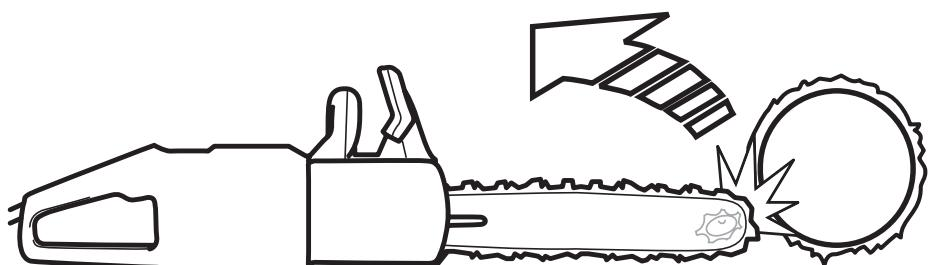

Рисунок 3 — Отброс цепной пилы
- Отброс — это неожиданная ответная реакция цепной пилы в процессе работы, когда она резко подается назад к оператору в результате контакта верхней носовой части (зона отбраса) шины направляющей (см. рис. 3 и 4) с другими предметами.